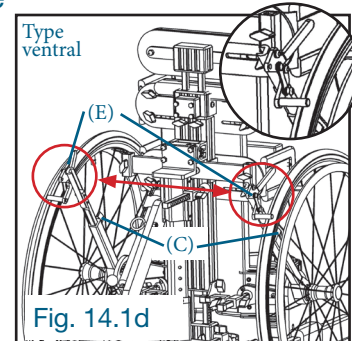

Fig. 14.1d
Inverser de côté les deux bloqueurs de roue (E) puis, resserrer fermement les deux boutons de serrage (C). (Fig. 14.1d)